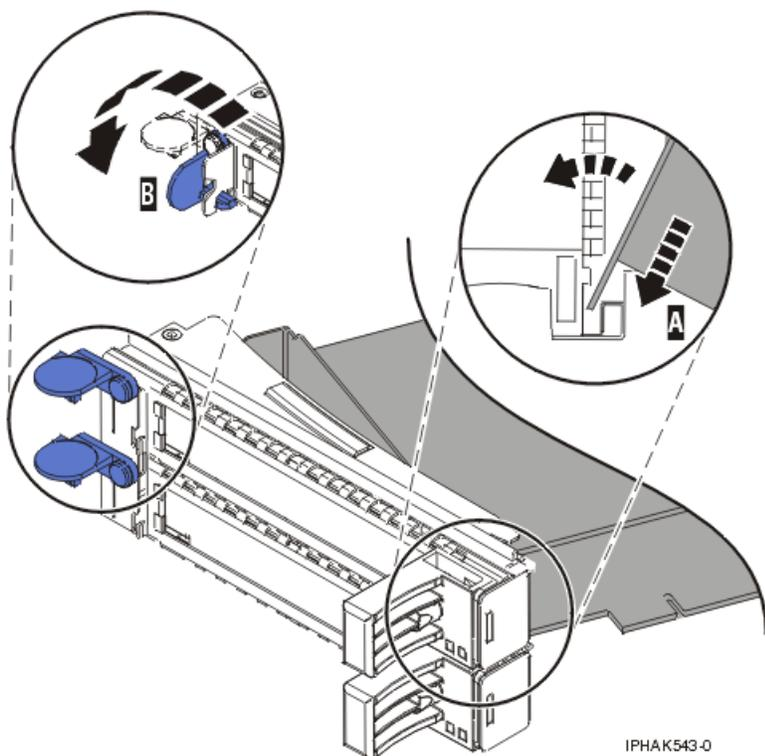
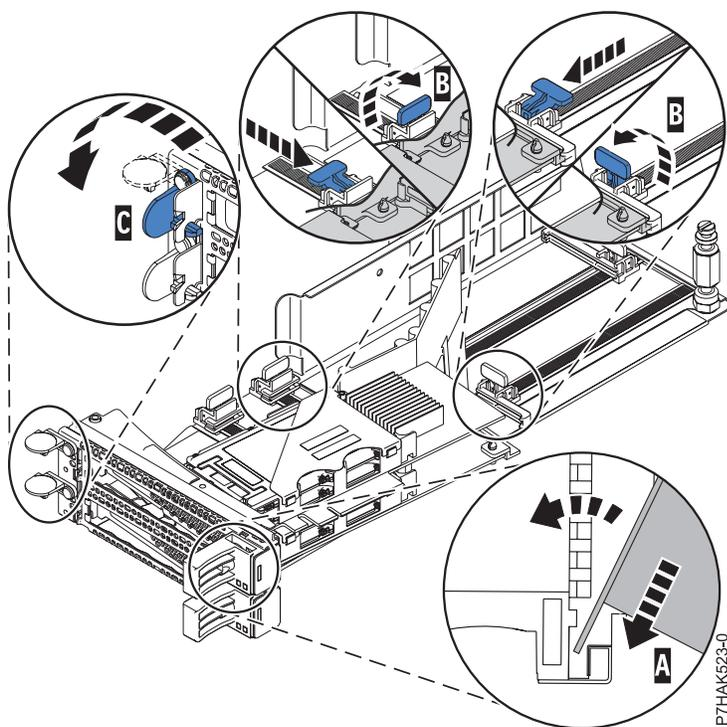

Figure 52. Remplacement de la carte de la cassette de cartes PCI
Figure 53. Remplacement d'une carte PCIe RAID et SSD SAS dans la cassette de la carte PCI
- Placez le levier de blocage de la contre-poupée en position ouverte, insérez fermement la carte dans le bloc de retenue (A). Pour une carte PCI standard, voir figure 52, à la page 65. Pour une carte PCIe RAID et SSD SAS, voir figure 53, à la page 65.
- Fermez le levier de blocage de contre-poupée (C).